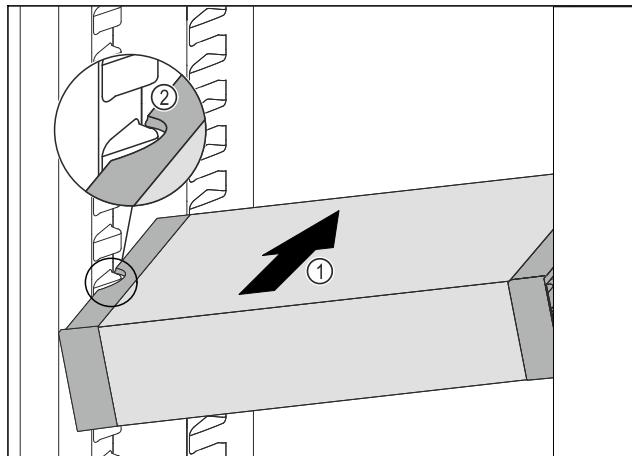

Fig. 112
- ▶ VarioSafe gurajte koso u hladnjak Fig. 112 (1) sve dok se bočni otvori Fig. 112 (2) ladice VarioSafe ne nađu na visini žlijeba spremnika u hladnjaku.